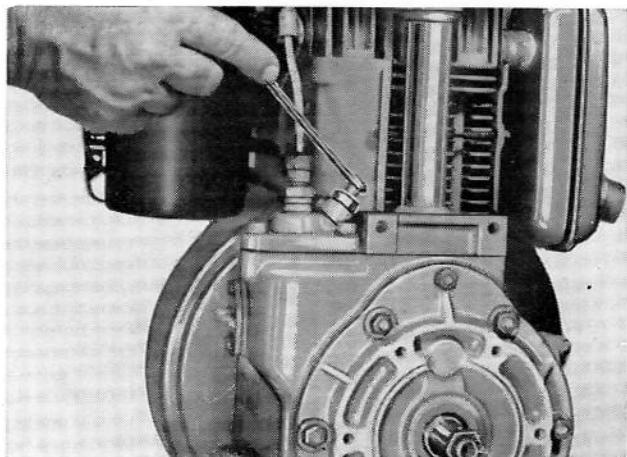

Fig. 84
- Remplir le réservoir à combustible et purger l'air du circuit à combustible, en desserant la vis raccord sur pompe d'injection, jusqu'à obtention d'un flux continu (fig. 84).